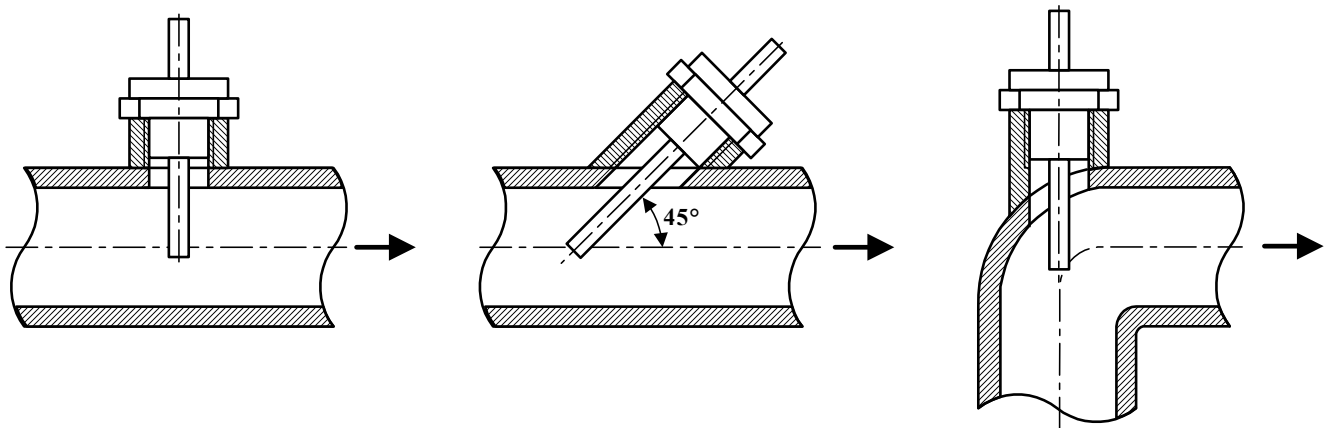

Рис. 1. Способы установки ПТ.
3.3.2. ПТ в подающем и обратном трубопроводах должны быть смонтированы одинаковым образом: либо перпендикулярно к оси трубопровода, либо наклонно навстречу потоку жидкости, либо в колено трубопровода навстречу потоку жидкости (рис.1).
Штуцер приваривается к трубопроводу таким образом, чтобы отверстие в штуцере и трубопроводе совпадали. Наклонный штуцер приваривается в таком положении, чтобы ПТ устанавливался навстречу потоку жидкости (рис.1). При сварке обращать внимание на сохранность внутренней резьбы штуцера.